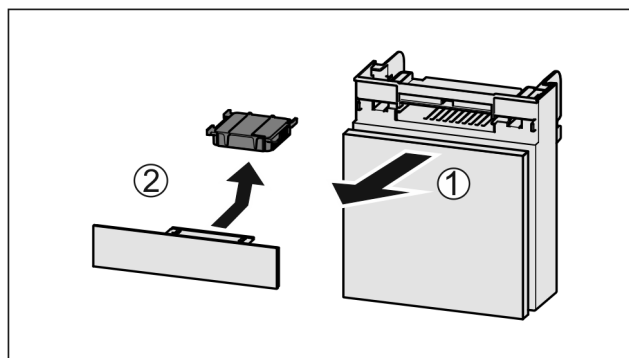

Fig. 63
- ▶ Потягніть Fig. 63 (1) відділення вперед.
- ▶ Витягнути Fig. 63 (2) фільтр з активованого вугілля.